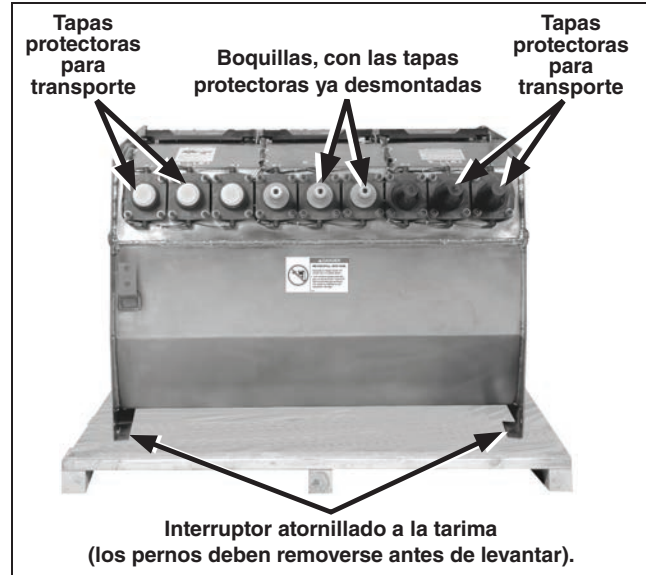

Figura 106. Tanque Vista atornillado a una tarima en cuatro puntos para su envío. (Se muestra la unidad manual con fines ilustrativos).
- PASO 2.** Desmonte el interruptor de su tarima y levante el equipo, respetando las medidas de seguridad que se dan en la sección “Manejo” de la página 8. Ver Figura 2 en la página 8 y la Figura 106.